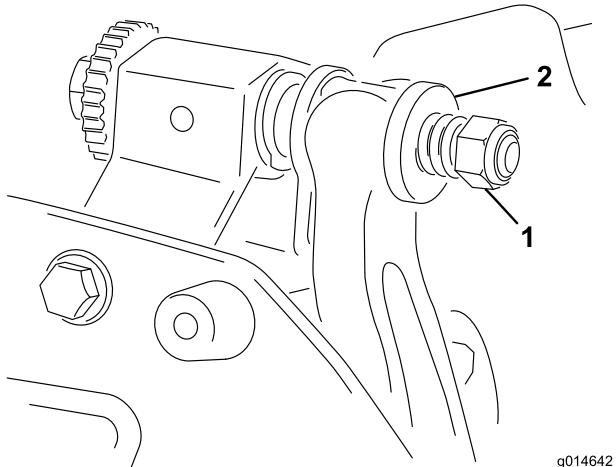

Figura 16
4. Serrate il dado di tensione della molla finché la molla non si schiaccia, quindi allentate di 1/2 giro (Figura 16).